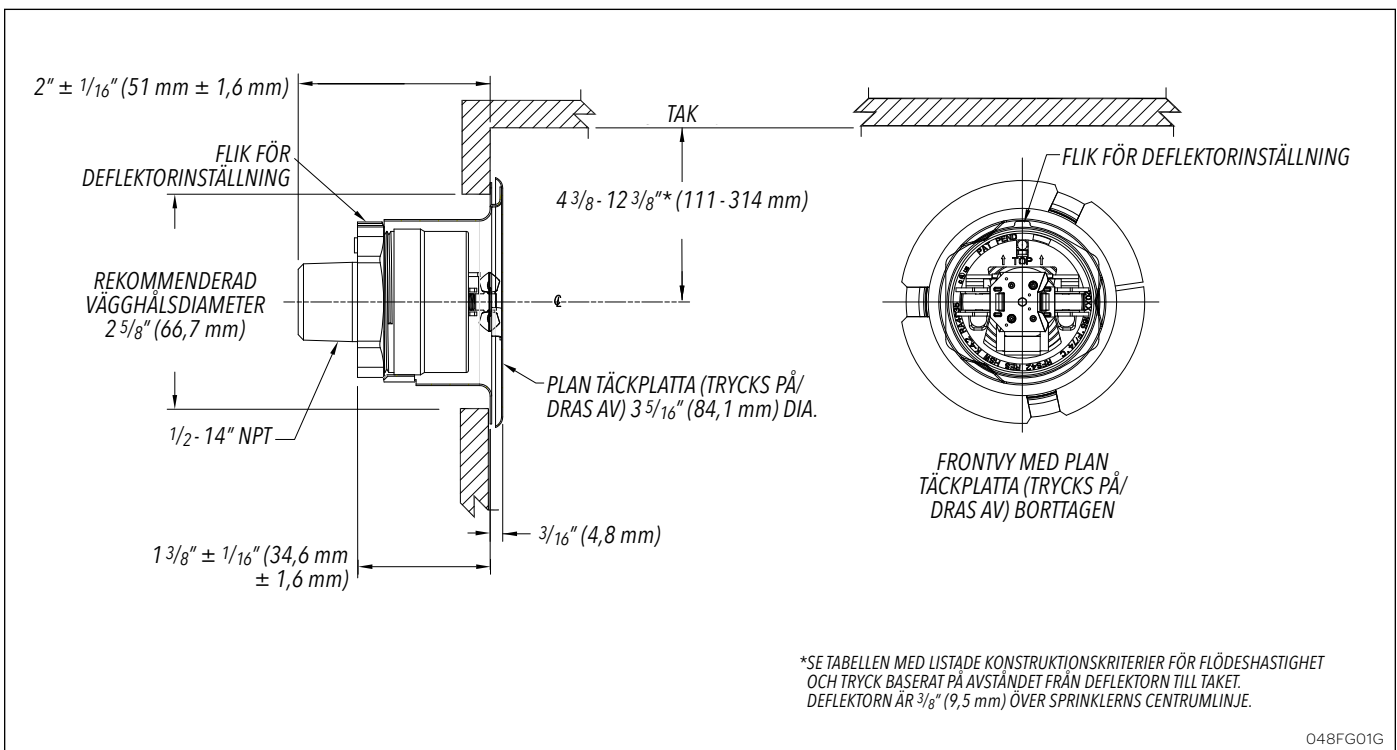

Fig. 1
Ta inte bort det fabriksinstallerade skyddslocket då detta är avsett att passa inuti G6-nyckeln. Observera att sprinklern enbart passar in när sprinklerns deflektorflik (fig. 1) är i linje med nyckelns kilspår. G6-nyckeln är försedd med ett vattenpass och en TOP-märkning för att möjliggöra en korrekt orientering av den horisontella sidoväggsdeflektorn. Slutlig inställning kan göras efter att en läckagesäker anslutning har uppnåtts med ett minimum/maximum moment på 8 till 18 ft-lb (11 till 24 N-m). Låt skyddslocket sitta kvar för att säkerställa att sprinklern är skyddad medan väggen putsas, tapetseras eller målas. Skyddslocket måste tas bort och den listade täckplattan monteras innan sprinklersystemet är klart för användning. Ett 2 5/8" (67 mm) hål måste skäras i väggen för sprinklerenhetens infästning.
4. Sprinklerbeslaget ska installeras så att baksidan på sprinklern är 2 1/16" +/- 1/16" från den behandlade väggytan. Kontrollera måtten för väggmontering före installation för att säkerställa att täckplattan fästs till sprinklern och vilar mot den behandlade väggytan (fig. 1).